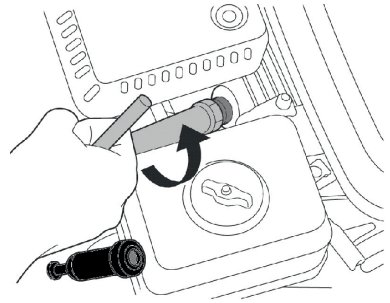

РИС. 18
2. Демонтаж. С помощью свечного ключа осторожно выверните свечу зажигания (Рис. 18). Не применяйте силу на горячем двигателе – это повреждает резьбу в головке цилиндра.